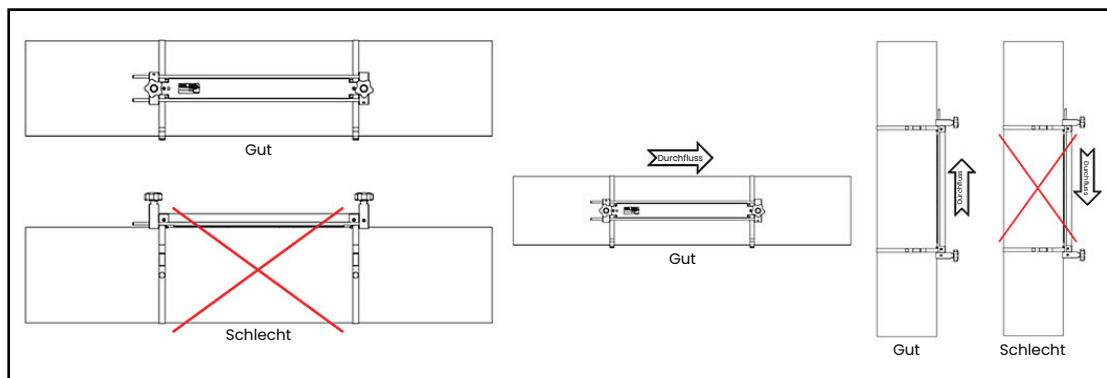

Abbildung 8: Gute und schlechte Standorte für den Messkopf
- Die Messkopf sollten auf einer gemeinsamen axialen Ebene entlang der Rohrleitung angebracht werden (siehe *Abbildung 8* unten). Die Messkopf sollten seitlich am Rohr montiert werden, nicht oben oder unten, da sich oben im Rohr Gase und unten Ablagerungen ansammeln. Beide Bedingungen können zu einer übermäßigen Dämpfung des Ultraschallsignals führen. Bei vertikalen Rohren gibt es keine vergleichbare Einschränkung, solange die Strömungsrichtung nach oben verläuft, um ein freies Fallen des Fluids in einem teilweise gefüllten Rohr zu verhindern.